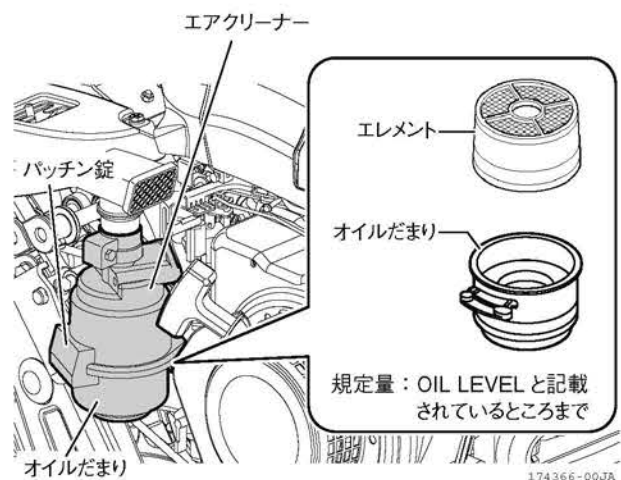

図 4-18 エアクリーナー
1. オイルだまりを固定している、パッチン錠を解除して、オイルだまりを外します。(図 4-18)
5. エレメントの上下方向を間違えないようにエアクリーナーへ入れ、オイルだまりを元通りに取り付けます。(図 4-18)